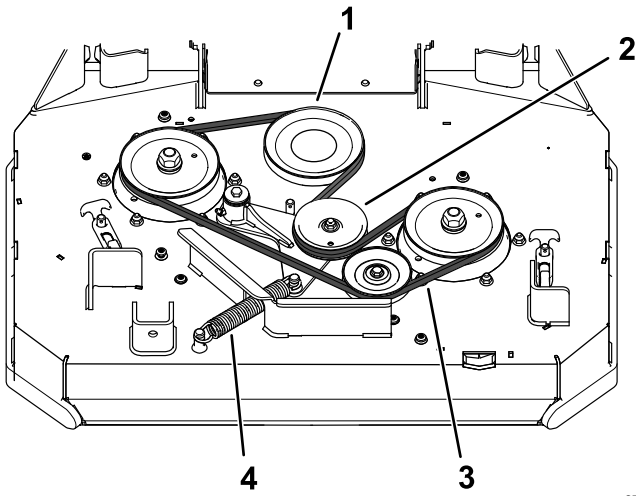

Figure 61
4. Décrochez le ressort du tenon d'ancrage sur le bras de la poulie de tension (Figure 61).
5. Enlevez la courroie usée du plateau de coupe (Figure 61).
6. Montez la courroie neuve sur la poulie d'embrayage, les poulies du plateau de coupe et la poulie de tension (Figure 61).
7. Accrochez le ressort au tenon d'ancrage sur le bras de la poulie de tension (Figure 61).